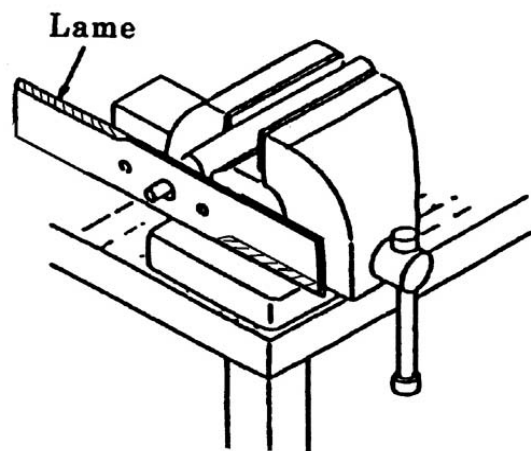

Figure 13
- Passez un axe dans le trou central de la lame (figure 13).